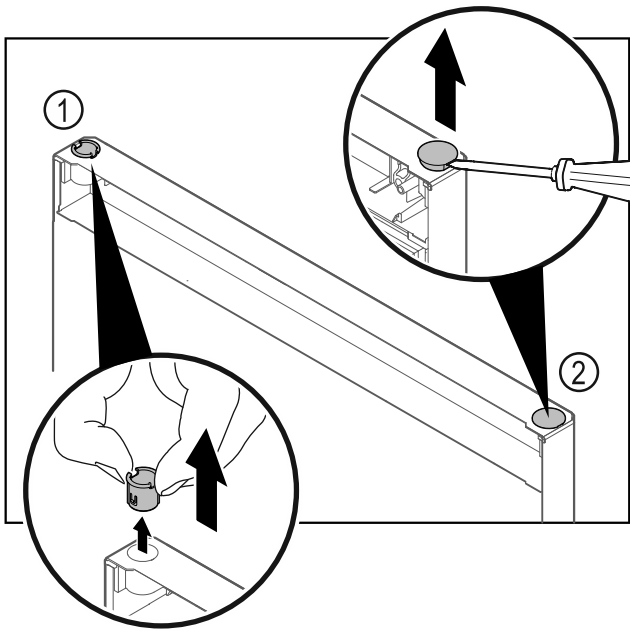

Fig. 15
- Scharnierbus Fig. 15 (1) met de vingers eruit trekken.
- Afdekstop Fig. 15 (2) voorzichtig met een sleufschroevendraaier optillen en eruit trekken.